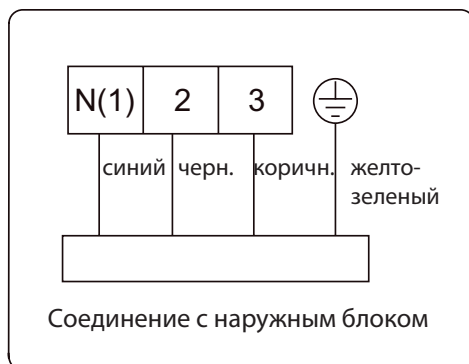

Рис. 29
3. Правильно присоедините соединительный кабель внутреннего блока, исходя из соответствующих меток, как показано на рис. 29.